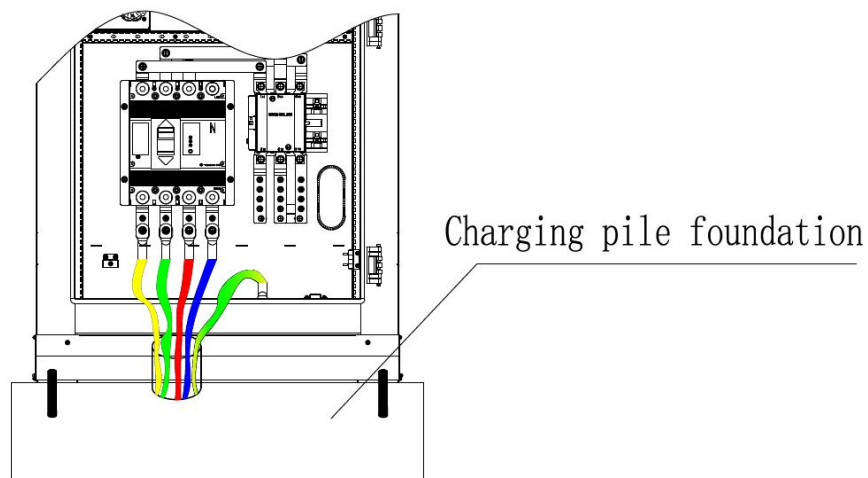

图 14
- 用 M12 螺丝将电缆头按对应的顺序固定在铜排上，扭矩为 $25-30\text{N} \cdot \text{m}$ ，并校准力矩。如图 14